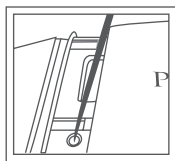

图 1.12
5. 使用端部很细的物体（例如，端部为2mm的螺丝刀），摁下并释放校准启动按钮（图1.12所示）。该检测仪发出长长的哔哔声，进入校准模式。所有指示灯（不包括“Metal”（金属）和“Low Batt”（电池低压灯））将点亮，处于灯光运行状态。现在，检测仪便准备就绪可以开始校准了。